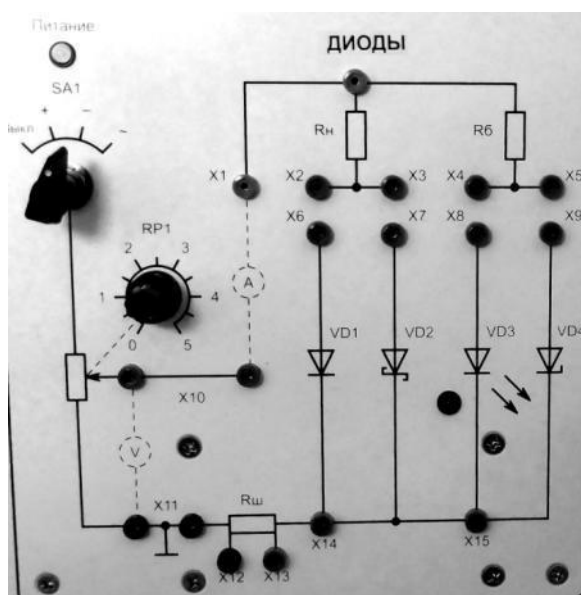

Рис. 7. Вид модуля **ДИОДЫ** перед началом работы
2. В модуле **ДИОДЫ** извлечь из гнезд все перемычки (рис. 7).